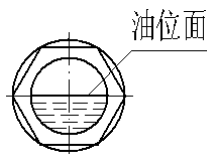

图 21
b.油位孔为油镜,油的位置必须在油镜中间位置能够看见(图 21)。